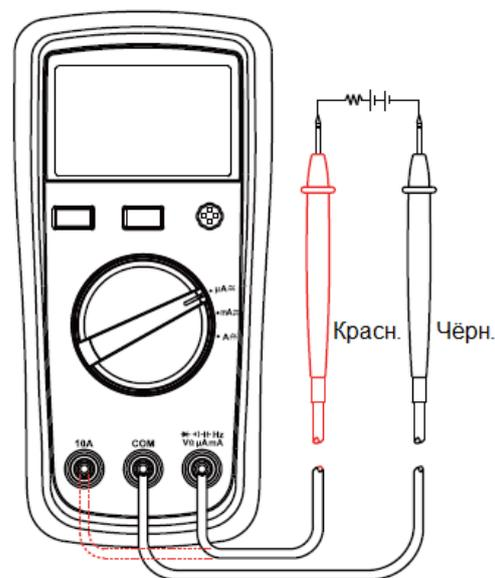

Рисунок 7
9. Измерение переменного и постоянного тока (см. рисунок 7)